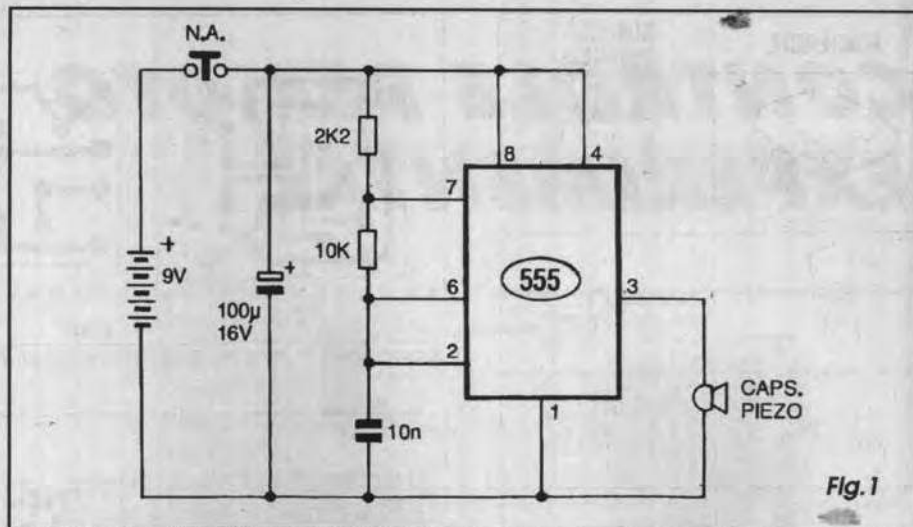

Fig.1
**- FIG. 1 - O CIRCUITO (EMISSOR) -**